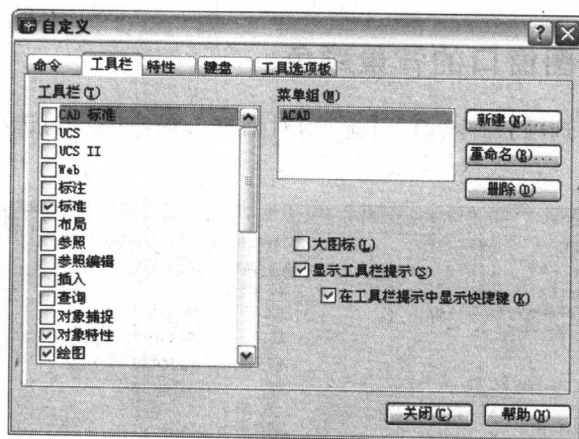

图 1-6 【自定义】对话框
1. 单击【工具】/【自定义】/【工具栏】选项,打开【自定义】对话框,如图 1-6 所示。